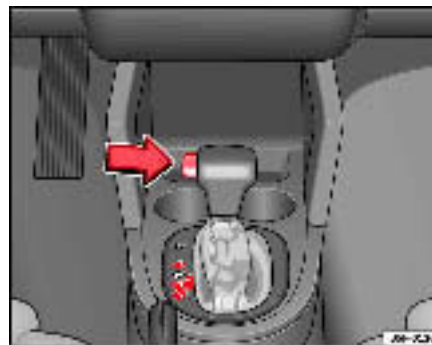

Fig. 141 Conduite
- Appuyez sur le bouton du pommeau (situé sur la partie gauche de celui-ci ⇒ fig. 141).